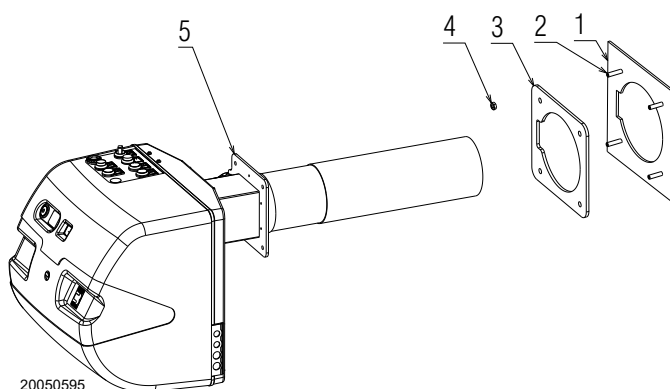

Fig. 24
- Visser les goujons 2)(Fig. 24) sur la plaque 1)(Fig. 24).
- Positionner l'écran réfractaire 3)(Fig. 24).
- Fixer la bride 5)(Fig. 24) à la plaque de la chaudière et serrer les écrous 4)(Fig. 24).